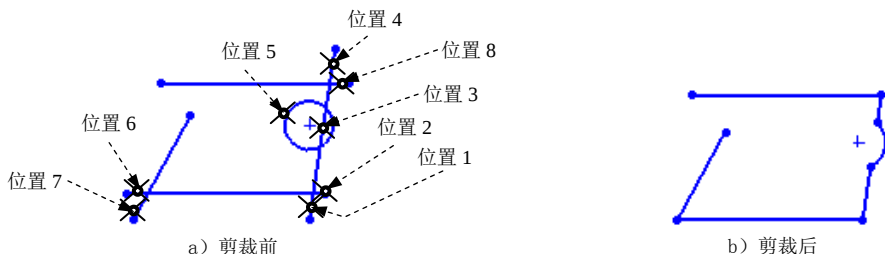

图 2.13.2 剪裁草图
Step1. 剪裁草图实体(图 2.13.2)。选择下拉菜单 **工具(T)** → **草图工具(T)** →  **剪裁(C)** 命令, 系统弹出“剪裁”对话框; 在“剪裁”对话框选择  (剪裁到最近端)方式; 在图形区单击图 2.13.2a 所示的位置 1~位置 8; 在“剪裁”对话框中单击  按钮, 完成剪裁操作。